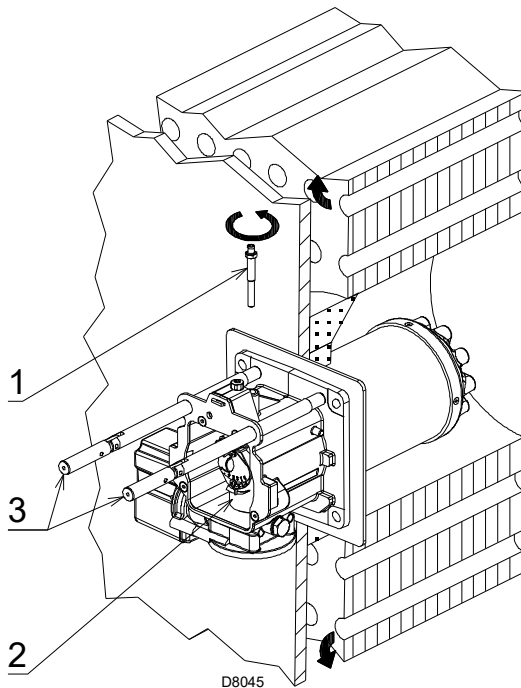

Fig. 15
- quitar el tornillo 1)(Fig. 15);
- extraer la parte interior 2)(Fig. 15) del cabezal y proceder a su calibración.
En este punto de la instalación el cabezal de combustión se fija a la caldera como en la Fig. 15.